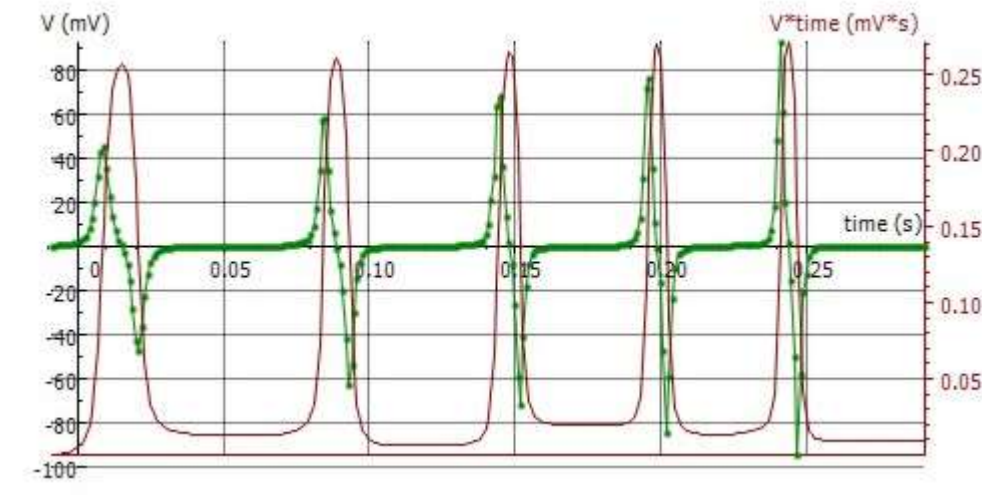

Fig. 3: Decursos temporais da voltagem induzida U e do fluxo magnético Φ
A curva verde na Fig. 3 mostra o decurso registrado da voltagem.
No diagrama, na janela "Integral", a grandeza " $V \cdot t$ " é representada na unidade " $mV \cdot s$ " (curva violeta na Fig. 3). Esta corresponde, conforme a equação (2), ao fluxo magnético Φ .
O fluxo magnético assume seu valor máximo quando a voltagem induzida volta a zero (Fig. 3), ou seja, quando o imã alcança o centro da bobina. As áreas sob todos os sinais positivos e negativos da voltagem são iguais em termos de valor (vide acima). Elas correspondem ao fluxo magnético máximo Φ do imã permanente no interior de cada bobina. Por isto, o fluxo magnético máximo alcança para todas as bobinas no âmbito da precisão de medição o mesmo valor $\Phi_{\max} \approx 250 \mu Vs$.